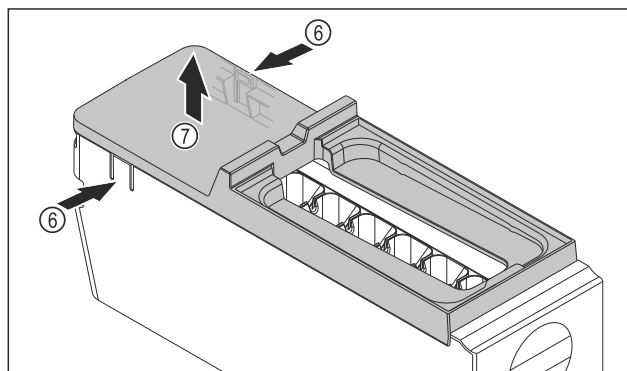

Fig. 118
- Odstráňte kryt korpusu EasyTwist-Ice: strmene Fig. 118 (6) na oboch stranách korpusu EasyTwist-Ice zatlačte rukou.
- Kryt Fig. 118 (7) odoberte druhou rukou smerom nahor.